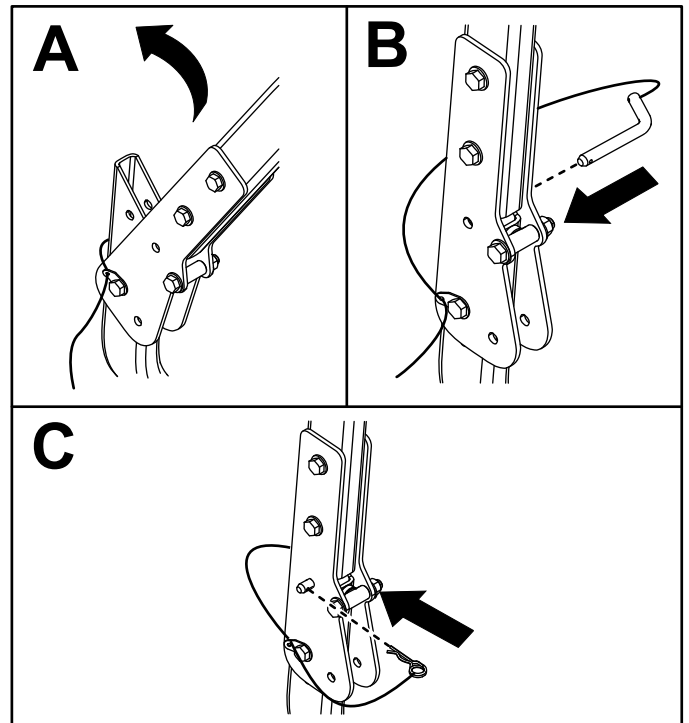

Figure 13
- Relevez l'arceau de sécurité à la verticale et fixez-le en position de chaque côté avec un axe de pivot et une goupille fendue (Figure 13).